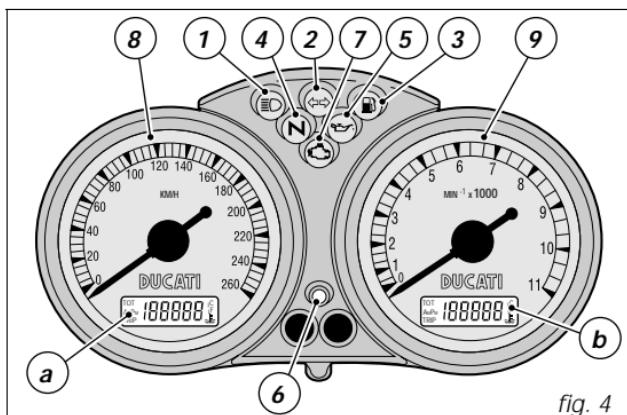

fig. 4
Cruscotto (fig. 4)
La seguente procedura offre quindi la possibilità all'utente, in caso di problemi al sistema immobilizer, di disabilitare la funzione "blocco motore" rappresentata dall'accensione simultanea della spia giallo ambra EOBD (7, fig. 4).
- 1) Portare la chiave su ON e ruotare completamente la manopola acceleratore mantenendola ruotata. La spia EOBD (7, fig. 4) si spegne dopo un tempo prestabilito di 8 secondi.
- 4) Contare un numero di lampeggi della spia EOBD (7, fig. 4) pari alla prima cifra del codice segreto. Portare la manopola acceleratore in posizione tutta aperta per 2 secondi, quindi rilasciare. Viene così riconosciuta l'immissione di una cifra e la spia EOBD si accende e rimane in questo stato per un tempo prestabilito di 4 secondi. Ripetere l'operazione fino all'introduzione dell'ultima cifra. Nel caso in cui non si compia nessuna operazione con l'acceleratore, la spia EOBD pulserà per 20 volte, poi si accenderà in modo fisso e la procedura dovrà essere ripetuta dal punto (1).
6) Se il codice NON è stato introdotto correttamente la spia EOBD rimane accesa ed è possibile ripetere le operazioni riportando la chiave su OFF e ripartendo dal punto (1) per un numero illimitato di volte.
- 1) se il codice viene riconosciuto, la spia (6, fig. 4), posta sul quadro strumenti, emette un breve lampeggio; il sistema di protezione ha riconosciuto il codice della chiave e disattiva il blocco motore. Premendo il pulsante START (2, fig. 13), il motore si avvia;
- 2) se la spia (6, fig. 4) o la spia EOBD (7, fig. 4) rimangono accese, il codice non è stato riconosciuto. In questo caso si consiglia di riportare la chiave in posizione OFF e poi di nuovo in ON, se il blocco persiste, riprovare con l'altra chiave in dotazione di colore nero. Se ancora non si riesce ad avviare il motore, rivolgersi alla rete assistenziale DUCATI.
- 3) Se la spia (6, fig. 4) rimane lampeggiante significa che una segnalazione del sistema immobilizer è stata ripristinata (ad esempio con la procedura di sblocco tramite manopola). Ruotando la chiave in posizione OFF e nuovamente su ON la spia immobilizer dovrebbe riprendere il suo normale funzionamento (vedi punto 1).